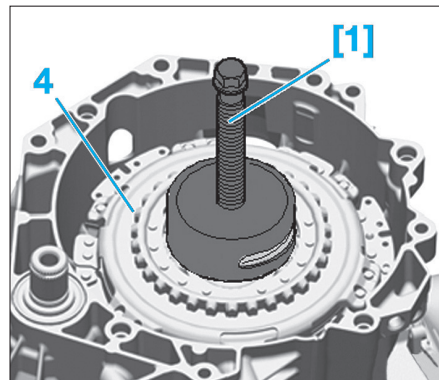

Fig. 4
- Déposer l'embrayage (4), à l'aide de l'outil d'extraction [1] (Fig.4).